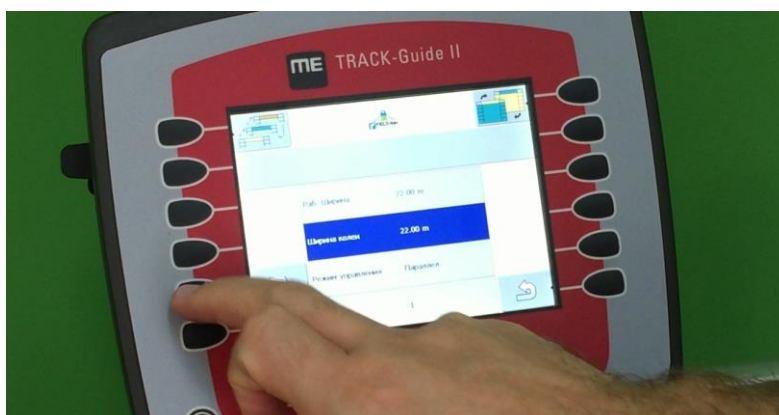

Рисунок 5.5 –
3. Перейти к настройке навигации (рисунок 5.5).